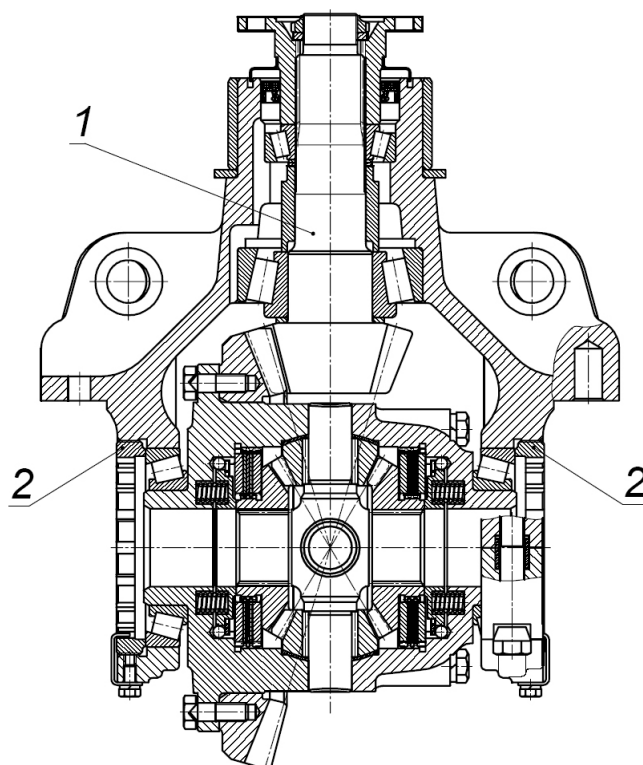

Рис. 5.8-5 Дифференциал в корпусе центрального редуктора:
5.8.1.2 Проверка и регулировка натяга в конических подшипниках дифференциала (Рис. 5.8-5)
5.8.1.3 Проверка и регулировка бокового зазора в главной паре (Рис. 5.8-5)